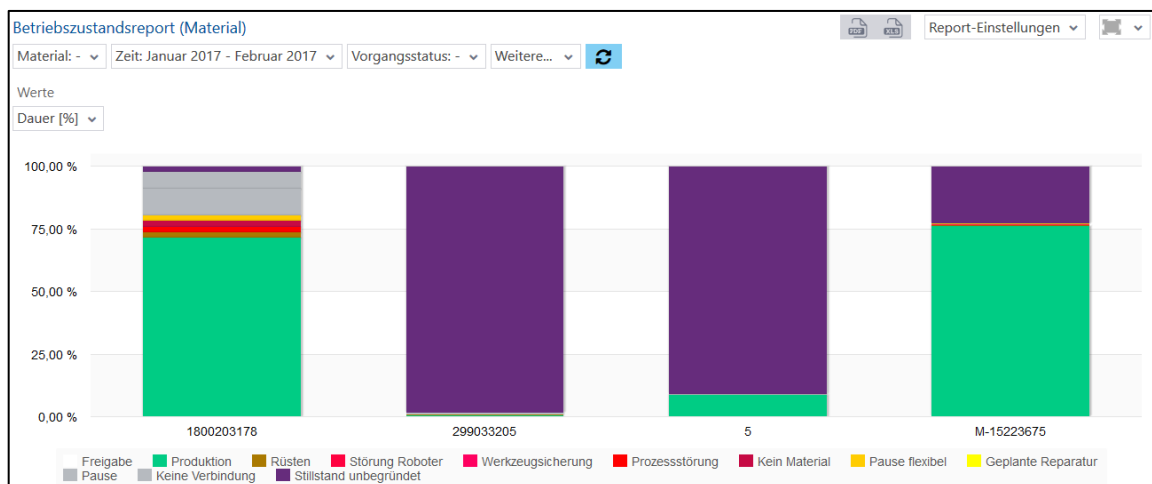

Bild 67: Betriebszustandsreport (Material) als Säulendiagramm
- Betriebszustandsreport (Material) als Säulendiagramm (Bild 67):